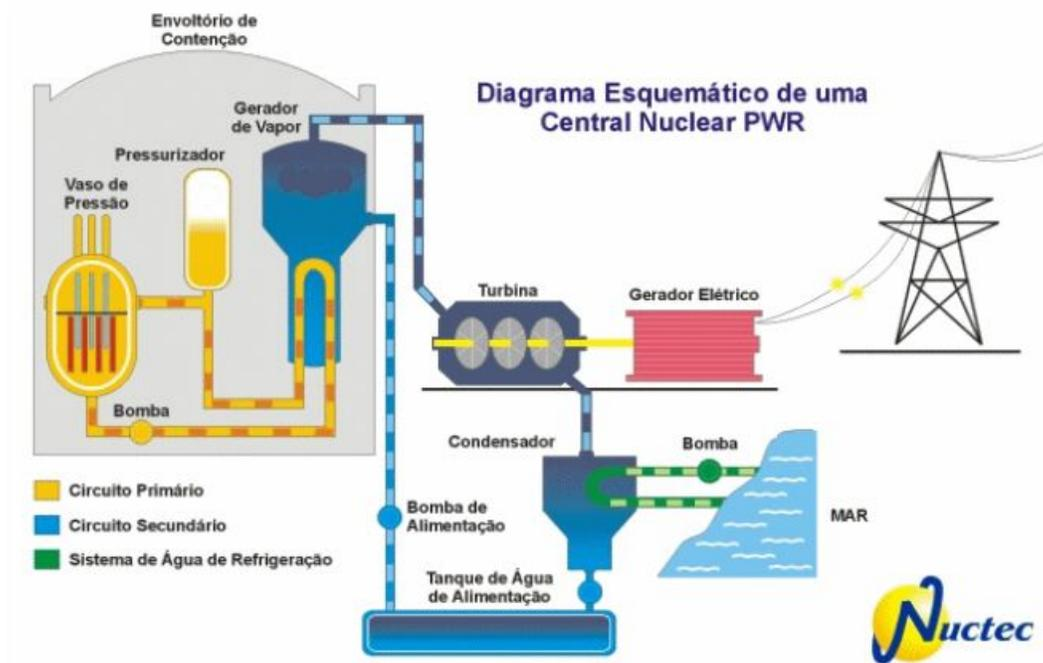

Figura 9.6: Diagrama esquemático de uma Central Nuclear PWR
8. (UEL-PR) O reator utilizado na Usina Nuclear de Angra dos Reis – Angra II – é do tipo PWR (Pressurized Water Reactor). O sistema PWR é constituído de três circuitos: o primário, o secundário e o de água de refrigeração. No primeiro, a água é forçada a passar pelo núcleo do reator a pressões elevadas, 135atm, e à temperatura de $320^\circ C$. Devido à alta pressão, a água não entra em ebulição e, ao sair do núcleo do reator, passa por um segundo estágio, constituído por um sistema de troca de calor, onde se produz vapor de água que vai acionar a turbina que transfere movimento ao gerador de eletricidade. Na figura 9.6 estão indicados os vários circuitos do sistema PWR.